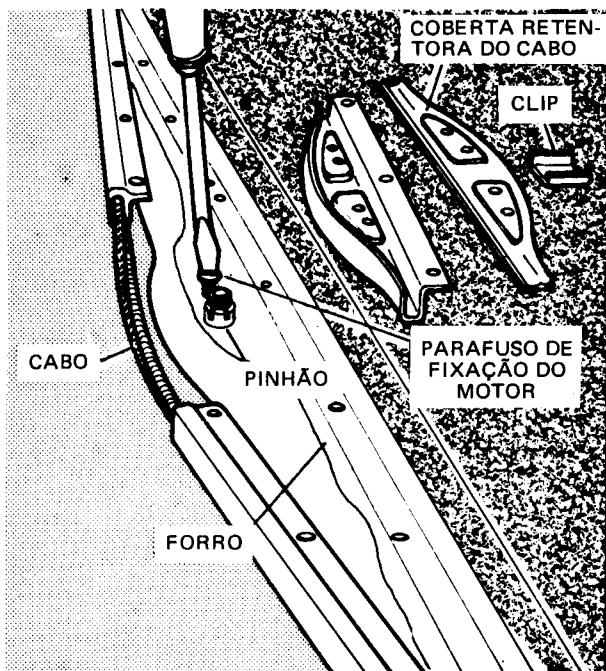

Fig. 15
- 8 – Remover os parafusos que fixam o motor no suporte (Fig. 15).